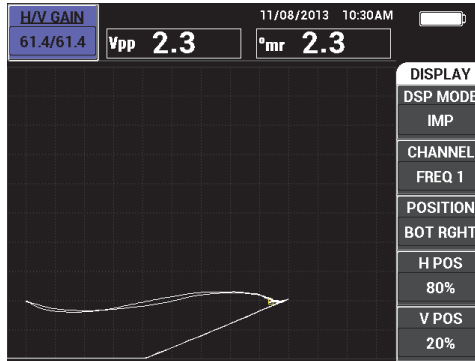

Figura 4-3 Sonda *liftoff* – inicialmente não horizontal
- O *liftoff* não é horizontal (veja Figura 4-3 na página 79).